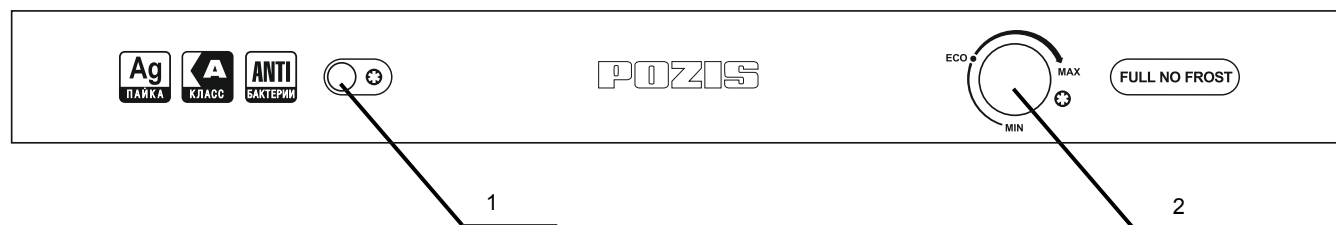

Рис.3
6.3 Температурный режим в морозильной камере устанавливается путем поворота ручки терморегулятора 2 (рис.3), расположенной на панели управления до выбранного уровня по шкале температурного режима. При этом:
При включении режима замораживания на панели управления загорается индикатор желтого цвета 1 (рис.3). Данный режим обеспечивает увеличение времени работы компрессора в циклическом режиме до достижения низких температур, необходимых для быстрого замораживания продуктов.